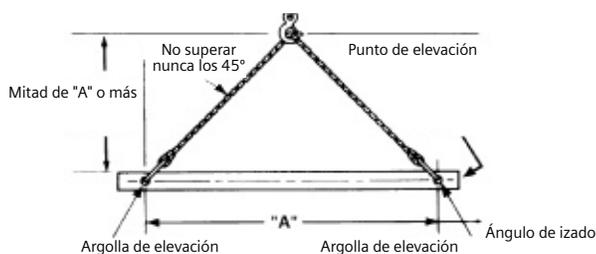

Figura 2. Método adecuado para izar un centro de control de motores
3. El ángulo entre los cables de elevación y la vertical no debe superar los 45°, como se muestra en la figura 2.